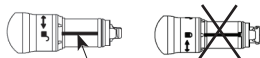

Figura 1 Barra de indicação
1. Confirme se a barra de indicação na extremidade distal da peça de mão está alinhada com o símbolo de desbloqueio (Figura 1) antes de tentar instalar o dispositivo de fixação. Se não estiver corretamente alinhada, segure na estrutura da peça de mão com firmeza com uma mão e com a outra mão rode a extremidade distal na direção da seta para alinhar a barra de indicação com o símbolo de desbloqueio.